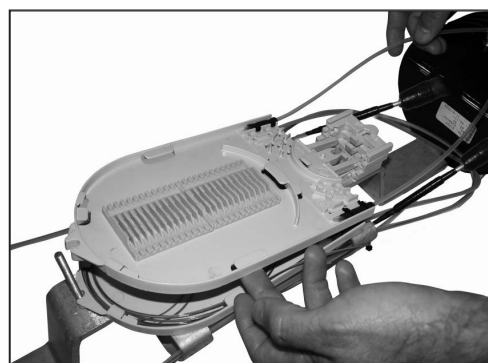

Figura 55
8.7 Em seguida encaixe a bandeja de emenda no suporte e instale os tubos de transporte (figura 55).